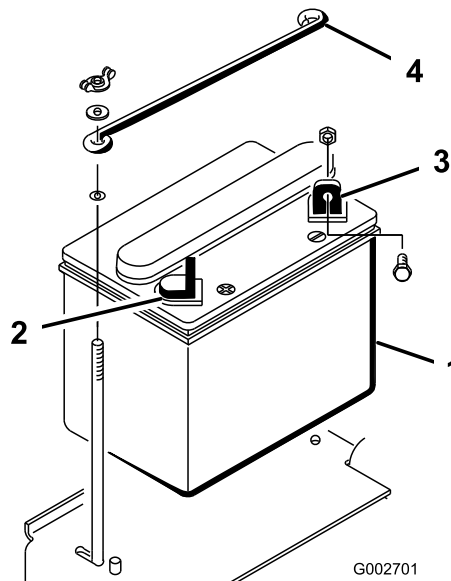

Figura 3
Retire as (2) porcas de orelhas e anilhas que fixam o suporte superior da bateria aos suportes laterais da bateria (Figura 3). Retire o suporte superior da bateria e retire a bateria.